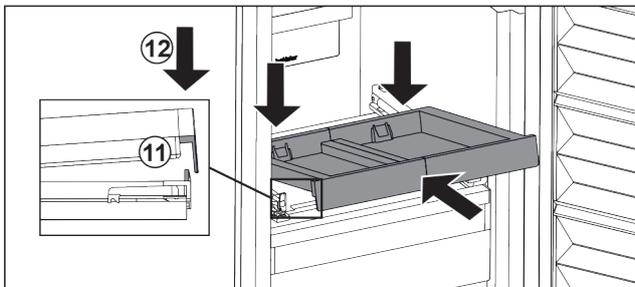

Fig. 98
- ▶ Schräg einschieben. Darauf achten, dass auf beiden Seiten der Anschlag hinter der Lasche ist. Fig. 98 (11)
- ▶ Auszugsbord vorne absetzen. Fig. 98 (12)